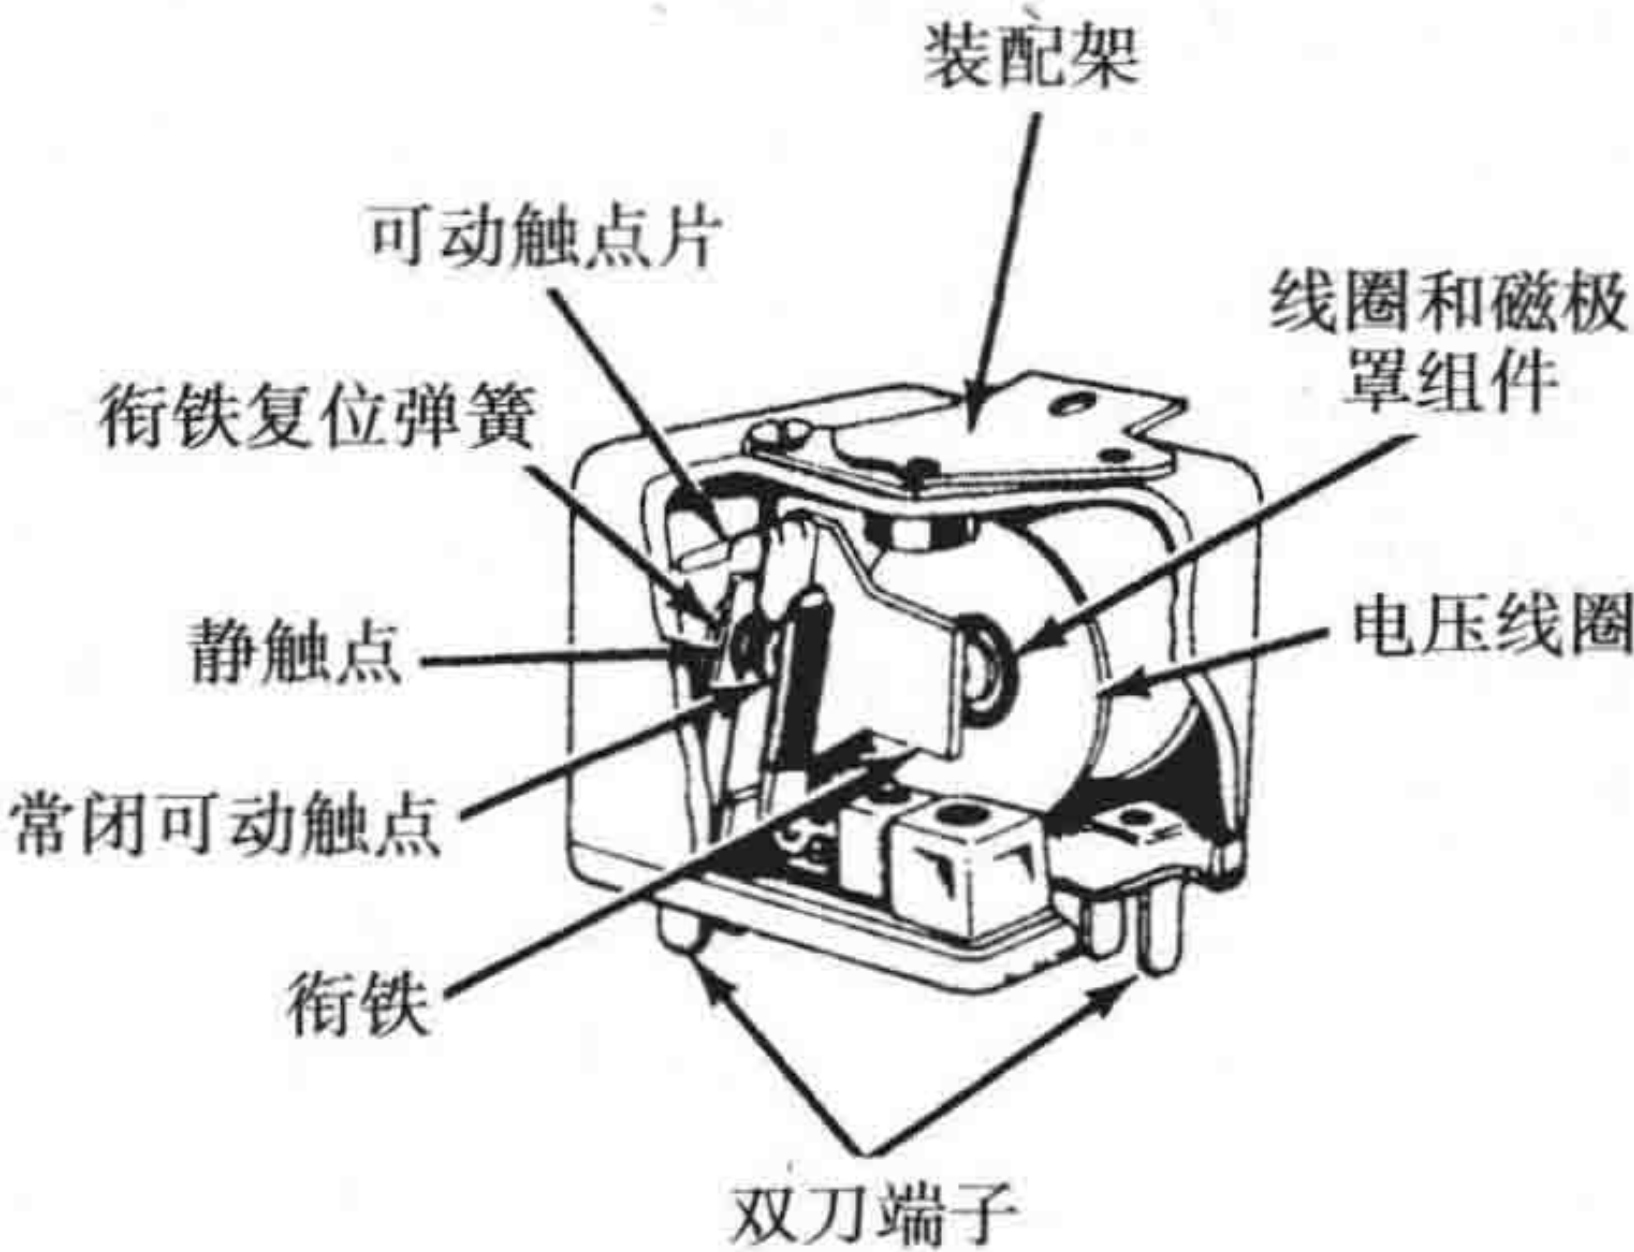

图 7-41 制冷电路中使用的电压继电器 (Tecumseh Products 产品)
**电压继电器** 电压继电器通常用于大型工业空调压缩机中。这种压缩机可能有高达 5hp (1hp=746W) 的电容器起动和运转的电动机。继电器触点为常闭触点，继电器线圈与起动绕组并联。它感应电压的变化。起动绕组的电压随电动机转速的增加而增大。当电压增大到指定的吸合电压值时，衔铁吸合，继电器触点断开，起动绕组断电。开关动作后，在起动绕组中仍会感应到足够的电压以使继电器线圈持续通电，而且保持继电器的起动触点断开。当电源断电后，电压降为零。这意味着线圈失电，起动触点复位 (见图 7-41)。